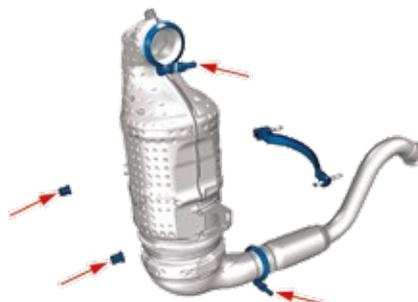

Fig. 28
- Staccare l'insieme filtro antiparticolato/catalizzatore (Fig. 28).